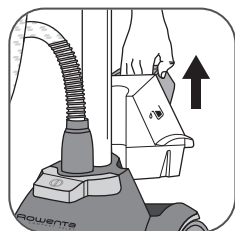

fig. 7
- Veillez à ce que l'appareil soit débranché. Retirez le réservoir d'eau de la base de l'appareil en tirant la poignée vers le haut **(fig. 7)**. Dévissez le bouchon du réservoir et remplissez le réservoir **(fig. 8)**. Sa capacité maximale est atteinte au repère « max ».